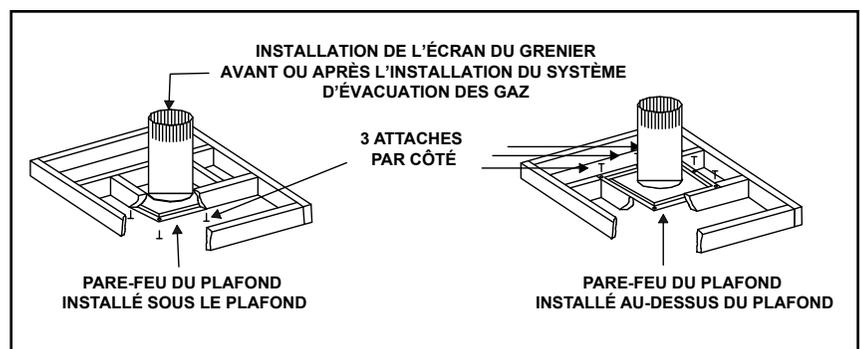

Figure 5.4 Installation de l'écran du grenier
- Le coupe-feu du plafond peut être installé sur ou sous les poutres de soutien du plafond, lorsqu'installé avec un écran d'isolation de grenier. Il doit être sous les poutres de soutien entre les planchers non isolés. Voir la figure 5.4.